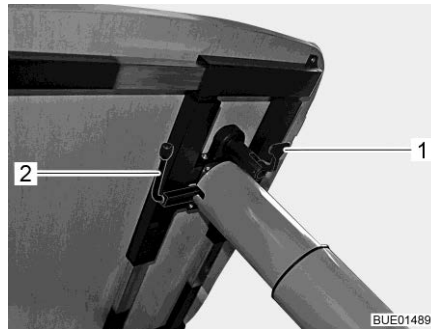

Fig. 129 Regolazione del tavolo rialzabile
- Tirare verso il basso la leva di serraggio (Fig. 129,1).
- Ruotare la leva (Fig. 129,2) sotto il piano del tavolo di 180° in senso orario. Il meccanismo di sollevamento nel piede del tavolo viene sbloccato.
- Ruotare la leva (Fig. 129,2) sotto il piano del tavolo di 180° in senso orario. Il piano del tavolo va automaticamente verso l'alto fino al fine corsa.